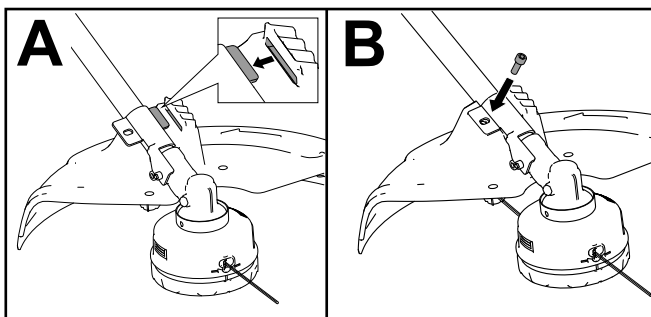

Figura 4
1. Allineate la protezione in modo tale che la linguetta sul supporto scorra all'interno della fessura (A di Figura 4).
2. Montate e serrate la vite a testa cava per fissare la protezione al supporto (B di Figura 4).